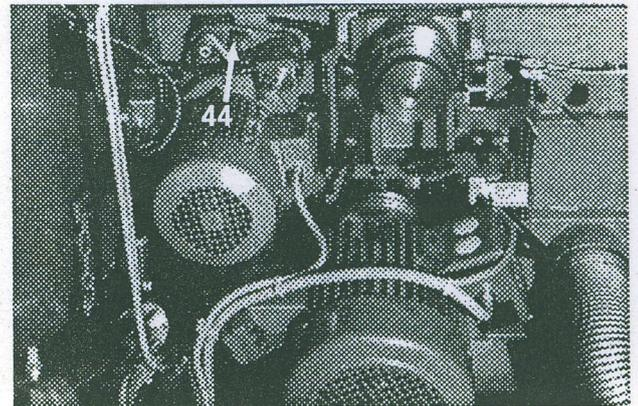

Bild 5.9
- Kontermutter 44 (Bild 5.9) am Gußauge oberhalb des Vorritzer-Antriebsriemens lösen und die innenliegende Inbusschraube (4 mm), die die Motorwippe nach unten drückt, so weit einschrauben, bis der Riemen fest gespannt ist.